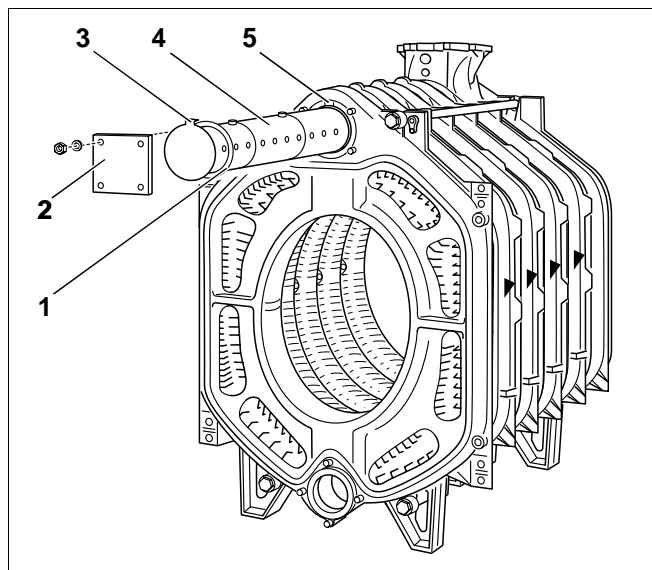

Fig. 20
Fordelerrøret (Fig. 20, **pos. 4**) er todelt til kedler med 9-11 elementer, og tredelt til kedler med 12-16 elementer.
- Skub pakningen ind over fordelerrøret (Fig. 20, **pos. 1**).
- Luk med blindflangen (Fig. 20, **pos. 2**).
Knasten (Fig. 20, **pos. 3**) på fordelerrørets afslutningsplade skal glide ind i udsparringen i den øverste nippelgang (Fig. 20, **pos. 5**). På denne måde er fordelerrøret fikseret, så fordelerrørets udstrømningsåbninger står i den korrekte vinkel. På denne måde er der sikret en optimal vandfordeling i området omkring den øverste nippelgang.